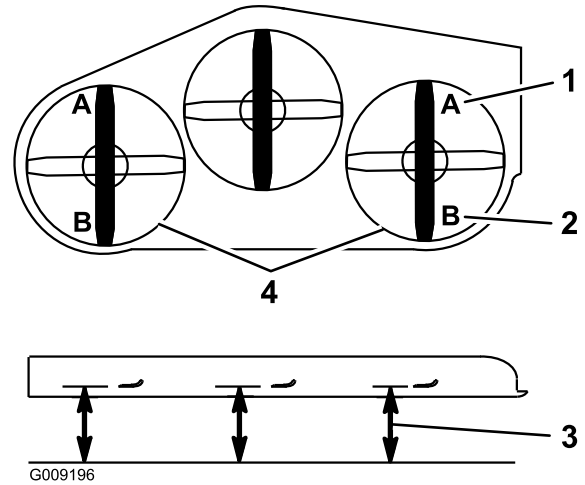

図 75
9. デッキの左右両側で、水平な床面から各ブレードの刃先までの高さを測定するA位置。この高さが 76 mm であれば適正である 図 75。
- デッキの左右両側で、水平な床面からブレードの後端までの高さを測定するB位置。この距離が 83 mm あれば適正である 図 75。